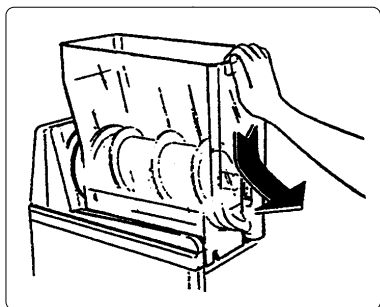

Fig. 11
b) Tirez le bac vers l'extérieur, comme vous pouvez le voir sur le dessin, afin de pouvoir le retirer totalement de son propre logement (voir la fig. 11).